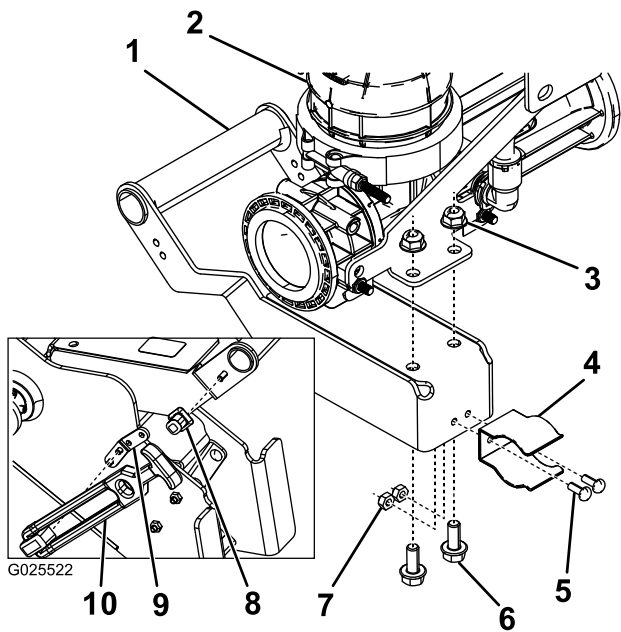

Figura 13
1. Sujete el espárrago del cierre a la manija del eyector con un perno de cabeza hexagonal (Figura 13).